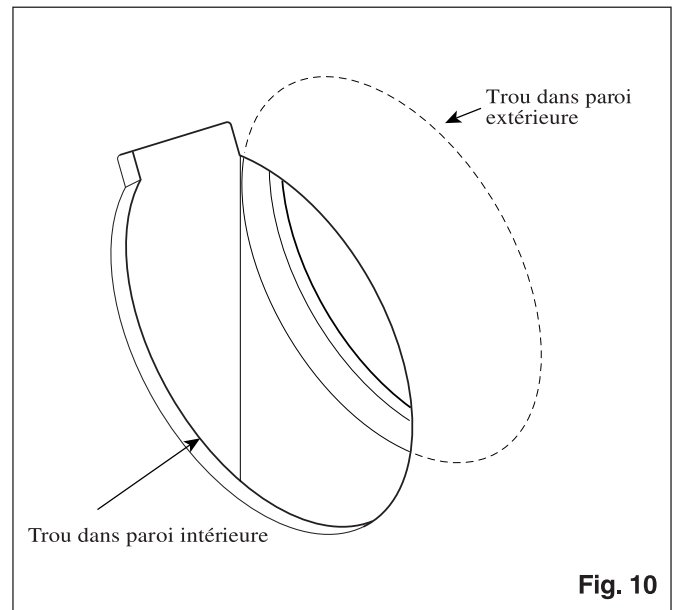

Fig. 10
1. Réaliser des trous dans les parois intérieure et extérieure (voir Fig. 10).